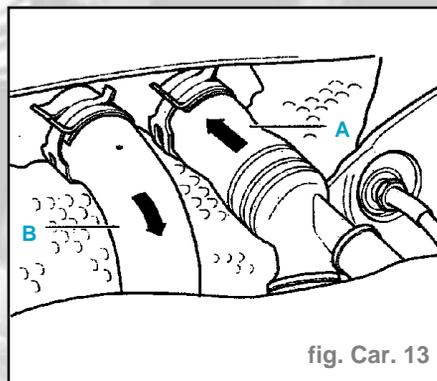

fig. Car. 13
- Pincer les deux flexibles de liquide de refroidissement menant à l'échangeur de température du chauffage (p. ex. avec l'outil V.A.G. 3094) et les débrancher (fig. Car. 13).
- Placer un récipient sous le raccord du flexible (B) et, via le raccord pour flexible (A), chasser prudemment le liquide de refroidissement de l'échangeur de chaleur (à air comprimé) (fig. Car. 13).